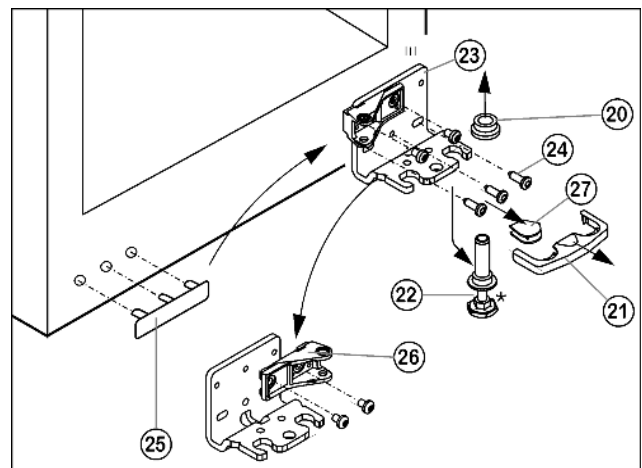

Fig. 7
- ▶ Предохранитель Fig. 7 (21) снимите движением вперед.
- ▶ Снимите крышку Fig. 7 (27).*
- ▶ Полностью вверните регулирующую опору Fig. 7 (22).
- ▶ Вытяните опорный палец Fig. 7 (22) вниз и вперед. При этом следите за гнездом шарнира Fig. 7 (20).
- ▶ Открутите опорный кронштейн Fig. 7 (23) (3 шт. Torx 25) Fig. 7 (24).
- ▶ Осторожно приподнимите и переставьте крышку со стороны ручки Fig. 7 (25).
- ▶ Снова прикрутите опорный кронштейн Fig. 7 (23) на новой стороне шарнира при необходимости с помощью аккумуляторного шуруповёрта.
- ▶ Открутите опорную деталь Fig. 7 (26) и прикрутите снова с поворотом на 180°.
- ▶ Установите крышку Fig. 7 (27) на противоположной стороне.*
- ▶ Предохранитель (21) нужно зафиксировать сбоку на кронштейне, чтобы опорный палец и двери были защищены от выпадения.
- ▶ Снова установите предохранитель (21) на опорном кронштейне.
- ▶ Наденьте гнездо шарнира Fig. 7 (20).